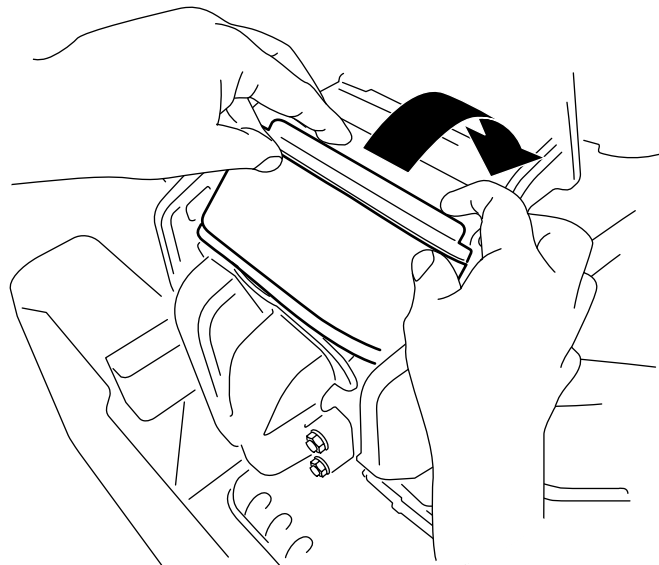

Рисунок 37
3. Поверните фильтр вниз в камеру и прижмите его к коллектору так, чтобы он полностью сел на место (**Рисунок 37**).